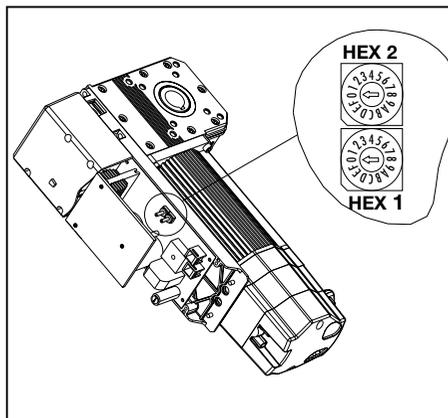

Abb. 7: HEX-Schalter
- Überprüfen Sie die Werkseinstellung der HEX-Schalter (Abb.7) anhand der Tabelle **Einstellung HEX-Schalter** und führen Sie gegebenenfalls Korrekturen durch. Bei falscher Einstellung der HEX-Schalter ist der Antrieb nicht betriebsbereit (erkennbar durch grün blinkende LED neben den HEX-Schaltern).